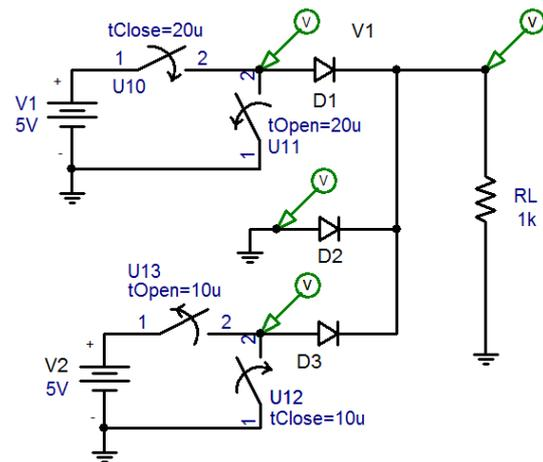

Figura 1.49 – Porta OR de 3 entradas (simulação com o software PSpice).
a) Efetuar a simulação no PSpice do circuito lógico da Figura 1.49.